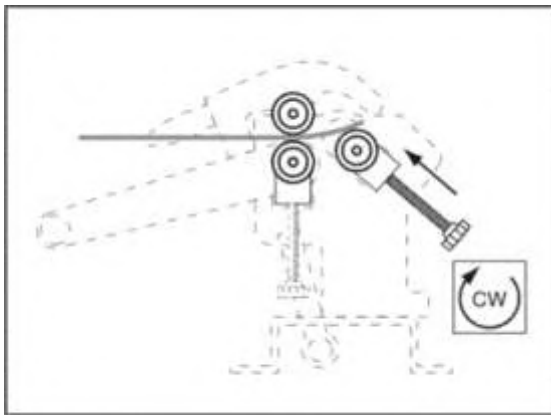

Рис. 15 Настройка радиуса
- Поворачивайте рукоятку регулировки радиуса для подъема заднего ролика, пока не будет достигнут требуемый радиус изгиба (Рис. 15). Рукоятки регулировки радиуса следует поворачивать на равный угол, чтобы задний ролик всегда был параллелен другим роликам. Несоблюдение данного правила приведет к созданию большего радиуса на одном конце, в результате чего получится конус или спираль.